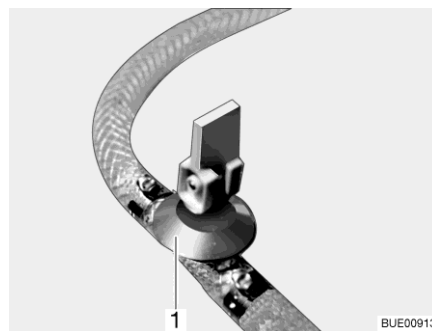
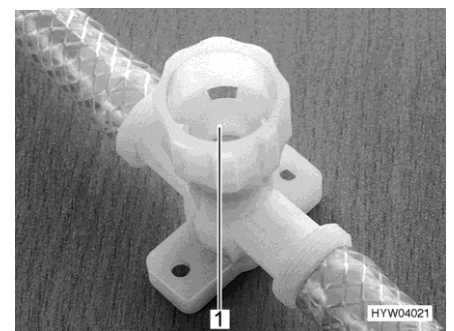

Fig. 171 Rubinetto di scarico (con leva a bilanciere)
Fig. 172 Rubinetto di scarico (con tappo a vite)
- Chiudere tutti i rubinetti di scarico. Mettere la leva a bilanciere del rubinetto di scarico (Fig. 171,1) orizzontale o chiudere il coperchio del rubinetto di scarico (Fig. 172,1) in senso orario.